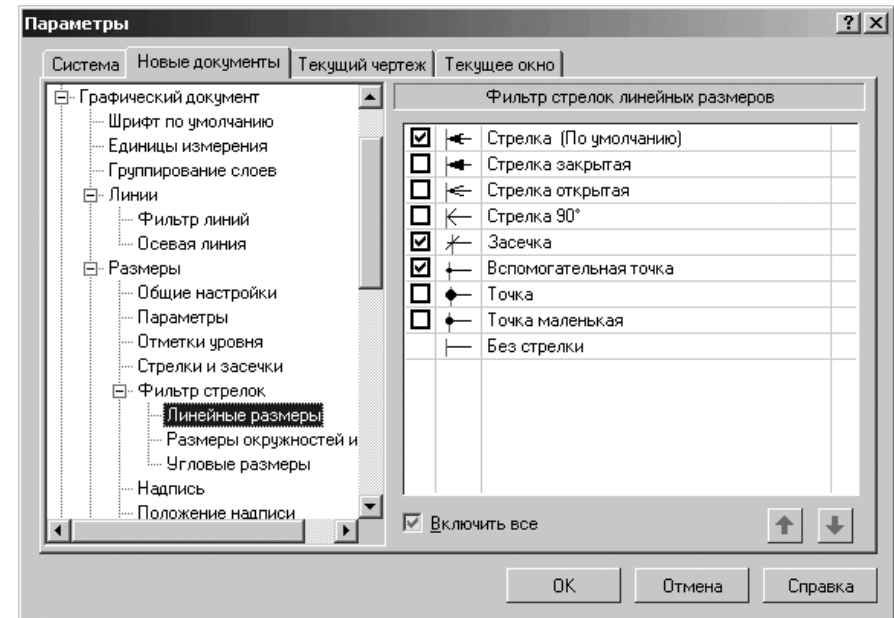

Рис. 10.27. Диалоговое окно **Параметры** с открытой вкладкой **Новые документы** и панелью **Фильтр стрелок линейных размеров**
- щелкните в списке настраиваемых элементов **Фильтр стрелок** по пункту **Линейные размеры**. В правой части появится панель **Фильтр стрелок линейных размеров**, показанная на рис. 10.27.